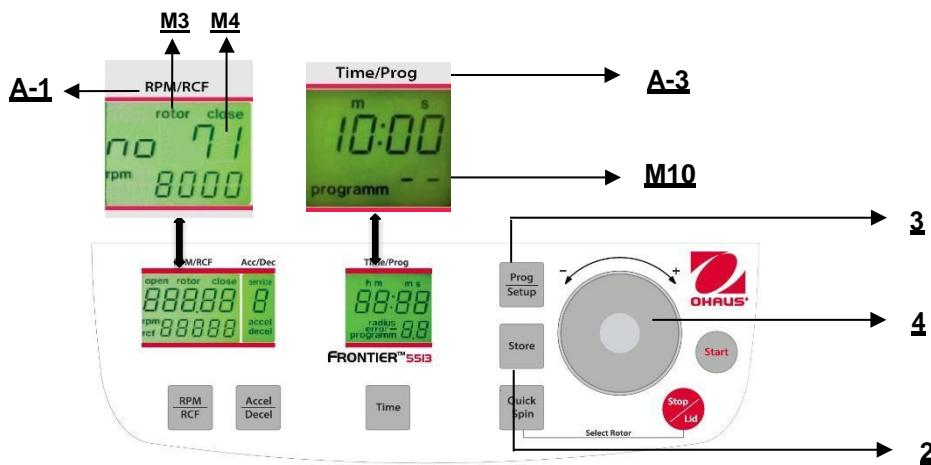

Figura. 22
Para recuperar programas almacenados, presione el botón "Prog/Setup" (3) (vea la Figura 22) mientras la tapa está cerrada. En la pantalla "Time/Prog" (A-3) aparece "programm-" (M10). El número de programa deseado puede preseleccionarse con el dial de ajuste (4).